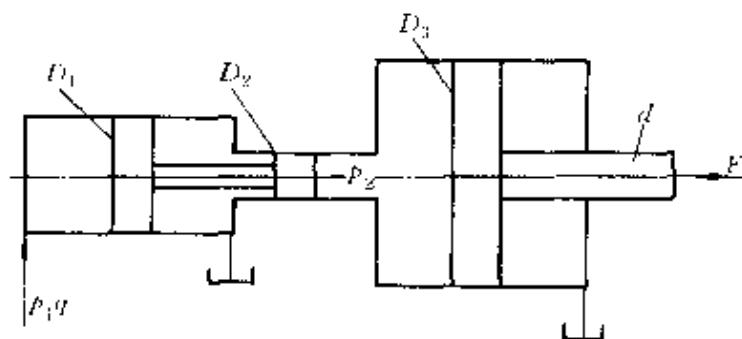

图 4-36 增压缸与单杆活塞缸油路相连
**例 14** 如图 4-36 所示，已知增压缸的两活塞直径  $D_1$  和  $D_2$ ，输入压力  $p_1$ ，输入流量  $q$ ；单杆活塞缸的直径  $D_3$  和活塞杆直径  $d$ 。问单杆活塞缸的活塞能产生多大的速度以及能克服多大的负载？